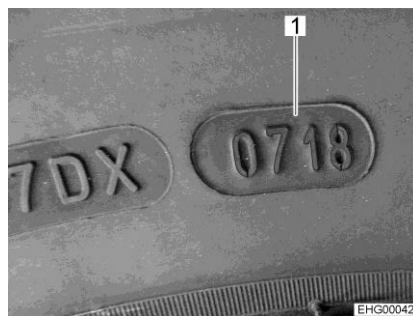

Fig. 227 Numero DOT
- ▷ Gli pneumatici non devono avere più di 6 anni perché la mescola di gomma col tempo invecchia e si sbriciola. Il codice DOT (Fig. 227,1) di quattro cifre sul fianco del pneumatico indica la data di produzione. Le prime due cifre indicano la settimana, le ultime due cifre l'anno di produzione.